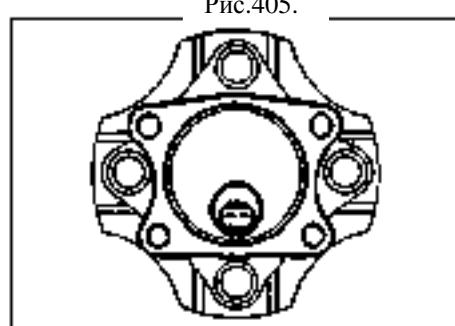

Рис.405.
- (б) При установке датчика устанавливайте разъем датчика в направлении нижней части автомобиля (рис.405).